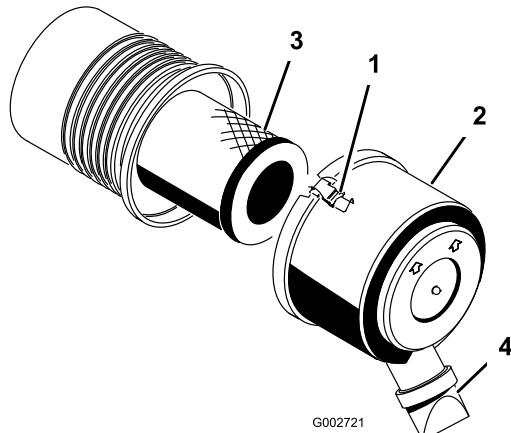

Figure 27
1. Desserrez les attaches qui fixent le couvercle sur le boîtier du filtre à air (Figure 27).